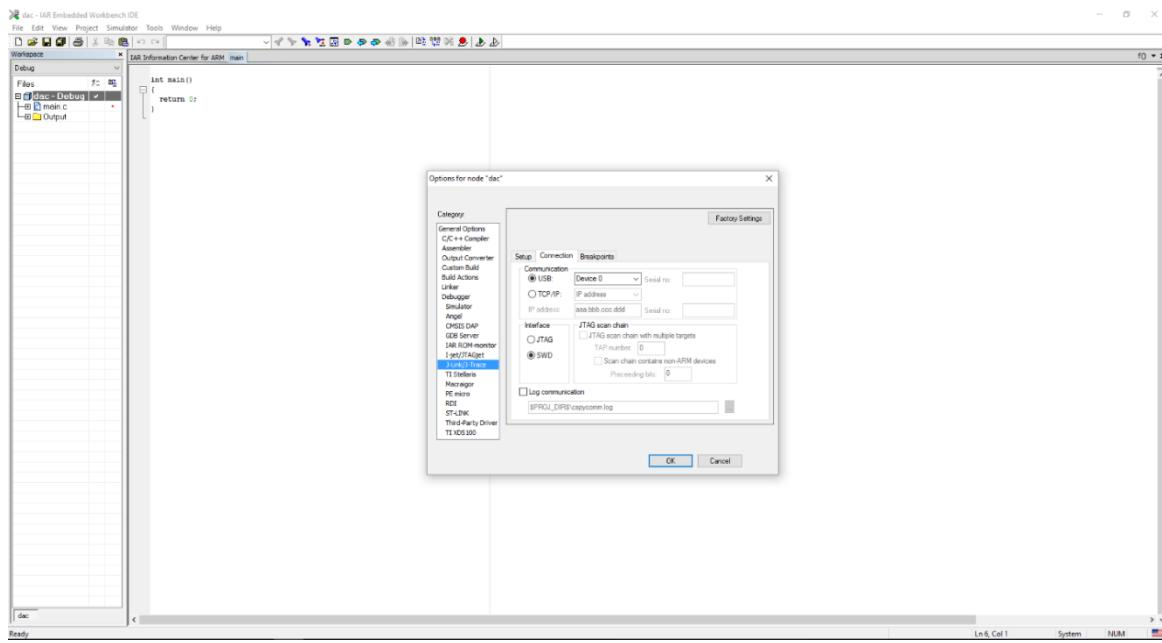

Рис. 1.25. Меню J-Link/J-Trace, вкладка Connection
12. Далее в меню J-Link/J-Trace во вкладке connection необходимо выбрать SWD (рис. 1.25).